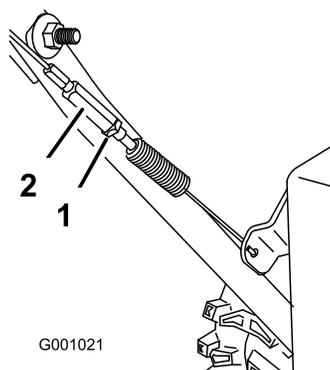

Figura 46
3. Serrate il controdado (Figura 46).